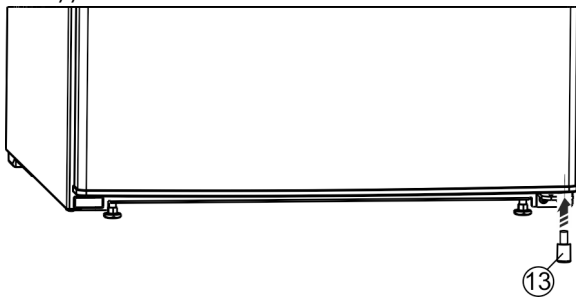

Fig. 27*
- ▶ Aseta välikeosa Fig. 27 (13) takaisin oveen alas oikealle, koska se on tärkeä osa laitteen vakavuudelle.*